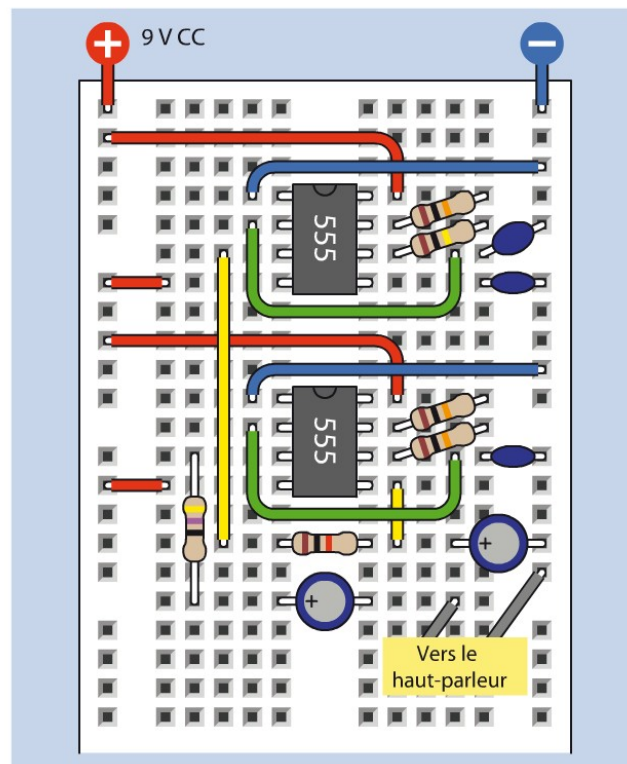
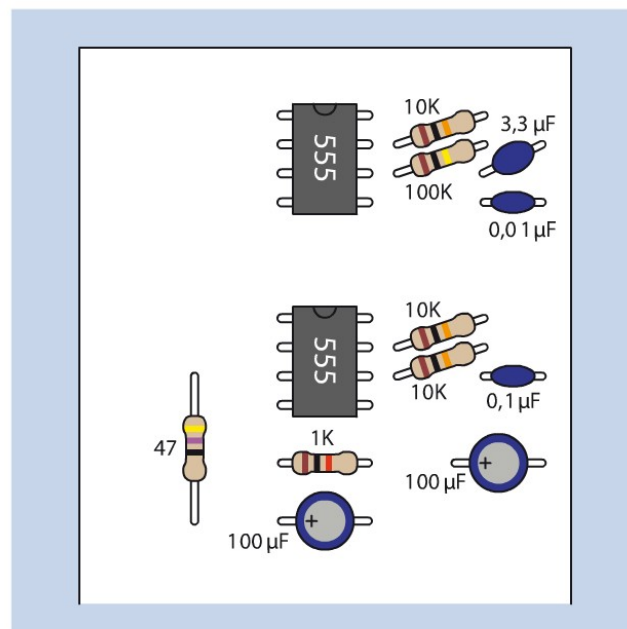

Figure 4-36. Réalisation du circuit de la sirène.
Figure 4-37. Valeurs des composants du circuit de la sirène.
Je vous encourage à réaliser ce circuit, car vous pourriez l'utiliser dans la version finale du système d'alarme qui fera l'objet de l'expérience 18 (voir le plan de câblage, figure 4-36 et les valeurs des composants, figure 4-37).
- Les composants de la figure 4-36
Si vous préférez un son produit par votre propre montage, vous pouvez incorporer le circuit de la figure 4-36. Utilisez la sortie de votre relais pour alimenter ce circuit ; vous disposerez alors de votre propre alerte sonore.